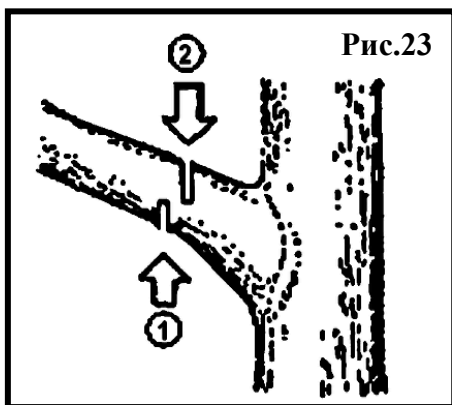

Рис.23
2.9.5. Резка ветви на стоящем дереве (рис.23).